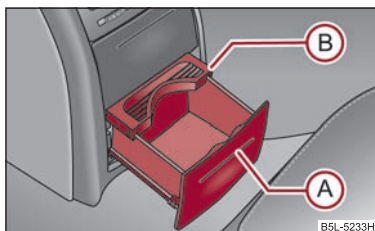

Fig. 87 Consola central trasera: Soporte de bebidas
- Presione el paramento en la zona (A) ⇒ fig. 87 - el soporte de bebidas saldrá hacia fuera.
- Ajuste el soporte de bebidas desplazando la placa de seguridad (B).